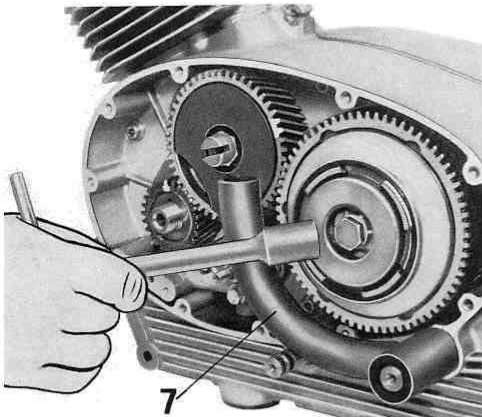
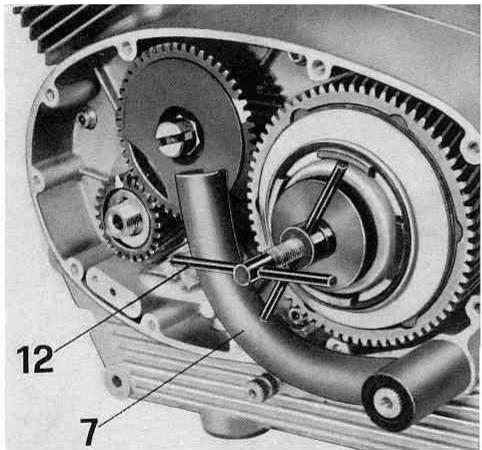

Fig. 13
Fig. 14
- il tappo di tenuta olio a mezzo apposita chiave e attrezzo ferma ingranaggio distribuzione n. 55912925 (7 di fig. 13) e montare sul filetto del piattello l'estrattore n. 55906500 (12 di fig. 14) e avvitare il suddetto estrattore fino a che si possa levare l'anello elastico di tenuta gruppo frizione sul corpo fisso della frizione;